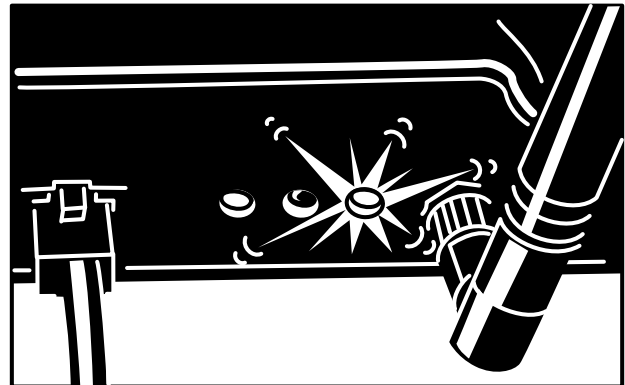

Bild 11
3. Stellen Sie sicher, dass die Lampe für die Internetverbindung aufleuchtet (Bild 11).